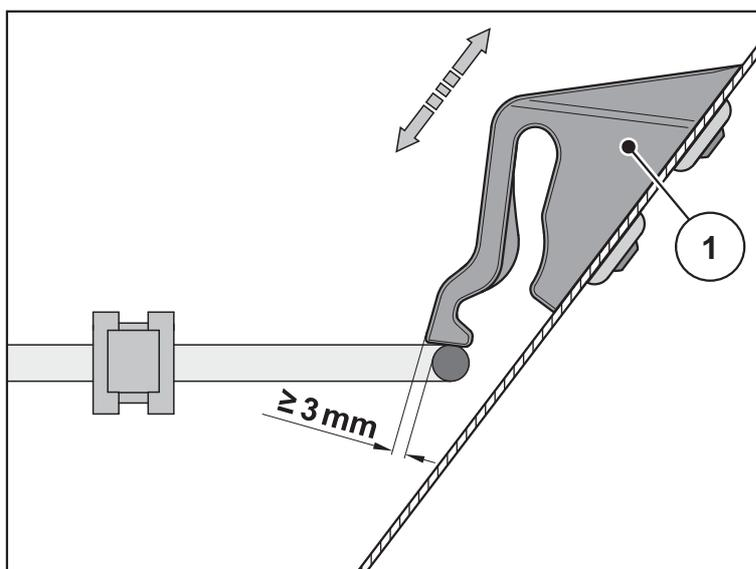

рисунок 9.4: Контрольный размер для визуальной проверки запора защитной решетки
- Отрегулируйте положение вверх/вниз, передвигая запор защитной решетки [1] (см. Рисунок 9.4).